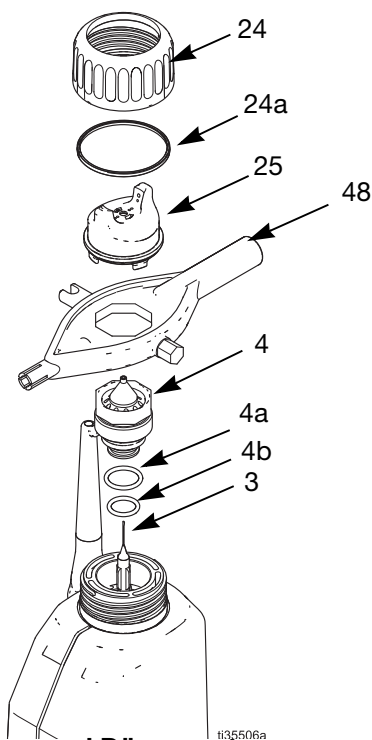

ABB. 19. Luftkappe und Düse ersetzen
2. Den Haltering (24) und die Luftkappe (25) entfernen. Siehe ABB. 19.
3. Die Pistole nach oben richten und gleichzeitig die Materialdüse (4) mit dem Multifunktionswerkzeug (48) entfernen.